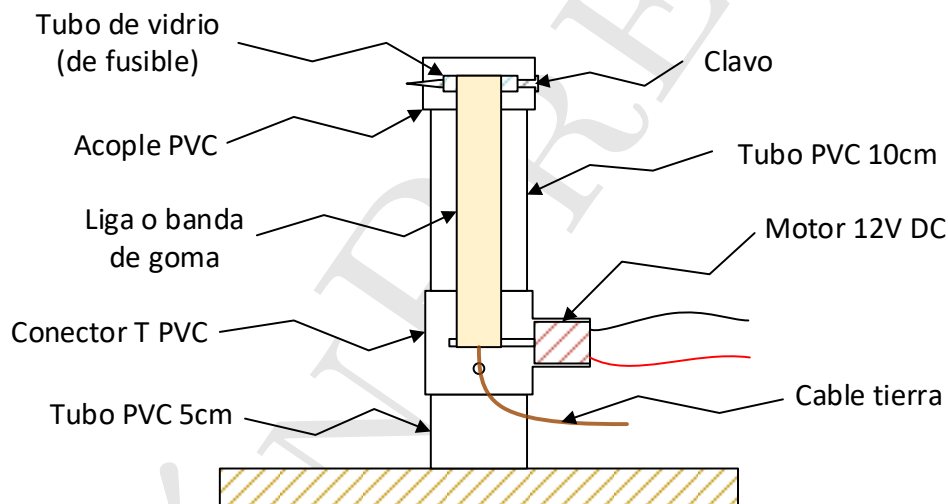

Figura 1: Interior del generador.
6. Estirar la liga y colocar el tubo de vidrio como rodamiento. Atravesar el clavo por los orificios del acople de PVC de forma que el tubo de vidrio quede dentro del cable y la liga pueda funcionar como banda de transmisión, quedando como se aprecia en la figura 1.
7. Tomar ambos cables y pelar los extremos. Realizar un agujero en el conector T cerca del motor como se muestra en la figura 1. Pasar uno de los cables por el agujero y peinar las puntas del extremo que quede dentro el tubo de PVC. El cable debe quedar muy cerca la liga sin tocarla (solo debe rozarla). El otro extremo del cable debe conectarse a tierra.